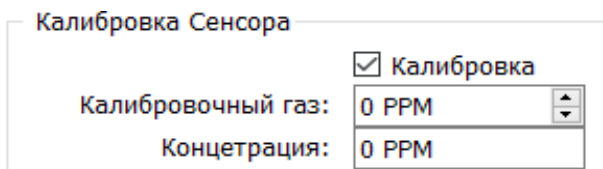

Рис. 14. Выбор сенсора для калибровки.
3. Следует поставить галочку слева от слова калибровка, для выбора канала калибровки, как показано на Рис. 14.
2. Следует поставить галочку слева от слова калибровка, для выбора канала калибровки, как показано на Рис. 14.